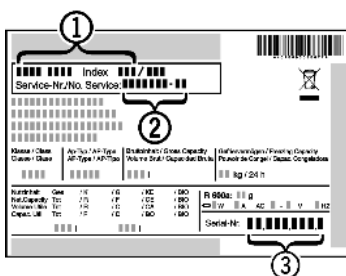

Fig. 8
► Denominación del aparato Fig. 8 (1), nº del servicio técnico Fig. 8 (2) y nº de serie Fig. 8 (3) en la placa de identificación. La placa de identificación se encuentra en la parte interior izquierda del aparato.
► Informe al servicio postventa e indique el fallo, la denominación del aparato Fig. 8 (1), el nº del servicio técnico Fig. 8 (2) y el nº de serie Fig. 8 (3).